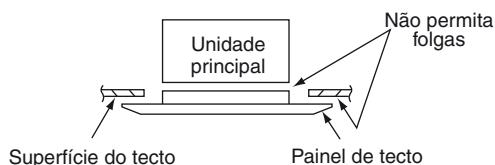

Fig. 7-9
- (4) Verifique se o painel está firmemente fixado no tecto.
- Neste ponto, certifique-se de que não haja folgas entre a unidade e o painel de tecto, ou entre o painel de tecto e a superfície do tecto. (Fig. 7-9)